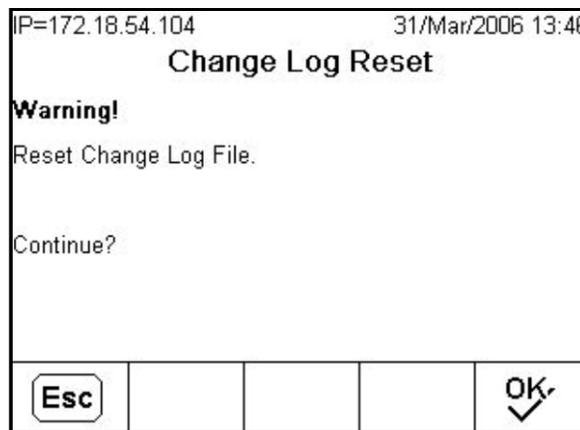

Figura C-33: Schermata di reimpostazione registro modifiche
2. Premere il soffkey REIMPOSTA  per reimpostare il file di registro. Viene visualizzata una schermata di avviso, simile a quella mostrata in Figura C-33 chiedendo conferma. Premere il soffkey OK per continuare. Viene visualizzato un messaggio di stato di conferma dell'avvenuta reimpostazione. Per tornare alla schermata di configurazione senza effettuare la reimpostazione, premere il soffkey USCITA **Esc**.